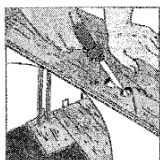

Abb. 2
- Bei Heizungsrohren oder ähnlichem (Abb. 2): Bohren Sie ein Loch mit einem Durchmesser ca. 2 cm größer als der Rohrdurchmesser und sägen Sie vom Loch ausgehend zur Kante hin. Verlegen Sie die Diele. Leimen Sie das Stück wieder ein und decken Sie die Fugen mit einer Rohrmanschette ab.